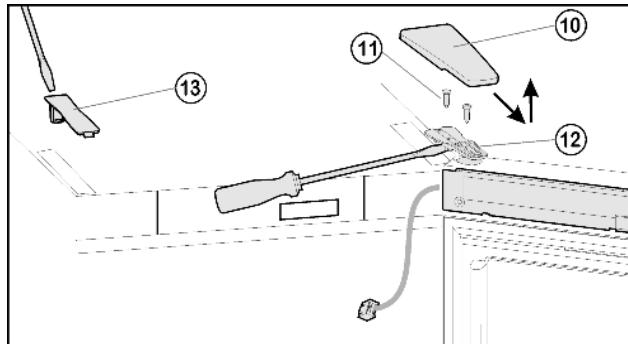
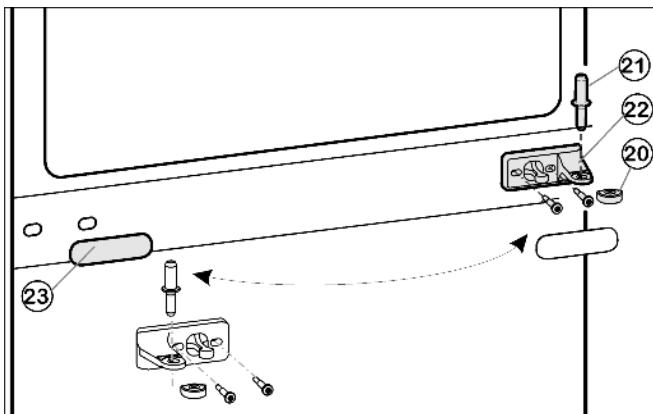
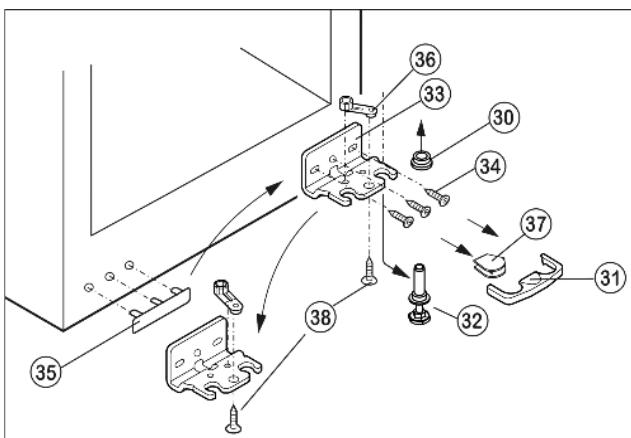

Fig. 5
Fig. 6
Fig. 7
- Крышку Fig. 5 (10) снимите движением вперед и вверх.
- Снимите крышку Fig. 5 (13).
- Полностью выверните винты Fig. 5 (11).
► Снимите дверцу вместе с опорным кронштейном Fig. 5 (12) и кабелем вверх. Для снятия, возможно, понадобится осторожно подцепить опорный кронштейн снизу шлицевой отверткой.
- Извлеките средний опорный палец Fig. 6 (21) из среднего опорного кронштейна Fig. 6 (22) и нижней дверцы.
- Пластмассовый колпачок Fig. 6 (20) снимите.
► Снимите средний опорный кронштейн Fig. 6 (22). Движением вверх снимите нижнюю дверцу и отставьте её в сторону.
- ▶ Осторожно снимите накладку Fig. 6 (23).
- ▶ Открутите средний кронштейн Fig. 6 (22) и прикрутите его с поворотом на 180° на новую сторону шарнира **с усилием мин. 4 Нм.**
- ▶ Защелкните накладку Fig. 6 (23), повернув на 180°, на стороне, где теперь будет ручка.
- ▶ Предохранитель Fig. 7 (31) снимите движением вперед.
- ▶ Снимите крышку Fig. 7 (37).*
- ▶ Полностью вверните регулируемую опору Fig. 7 (32).
- ▶ Вытяните опорный палец Fig. 7 (32) вниз и вперёд. При этом следите за гнездом шарнира Fig. 7 (30).
- ▶ Открутите опорный кронштейн Fig. 7 (33)(3 шт. Torx 25) Fig. 7 (34).
- ▶ Открутите опорную деталь Fig. 7 (36)(1 Torx 25) Fig. 7 (38) и, переставив в отверстие на противоположной стороне опорного кронштейна, снова прикрутите.
- ▶ Осторожно приподнимите и переставьте крышку Fig. 7 (35) со стороны ручки.
- ▶ Снова прикрутите опорный кронштейн Fig. 7 (33) на новой стороне шарнира при необходимости с помощью аккумуляторного шуруповерта **с усилием мин. 4 Нм.**
- ▶ Установите крышку Fig. 7 (37) на противоположной стороне.*
- ▶ Предохранитель (31) нужно зафиксировать сбоку на кронштейне, чтобы опорный палец и двери были защищены от выпадения.
- ▶ Снова защелкните предохранитель (31) на опорном кронштейне.
- ▶ Наденьте гнездо шарнира Fig. 7 (30).
- ▶ Установите дверцу сверху на нижний опорный палец Fig. 7 (32).
- ▶ Снова наденьте пластмассовый колпачок Fig. 6 (20) на средний опорный кронштейн Fig. 6 (22).
- ▶ Вставьте средний опорный палец *Fig. 6 (21)* через средний опорный кронштейн *Fig. 6 (22)* в нижнюю дверцу.
- ▶ Установите верхнюю дверцу на средний опорный палец *Fig. 6 (21)*, закройте дверцу и установите верхний опорный кронштейн *Fig. 5 (12)* так, чтобы он защелкнулся в верхней стороне устройства.
- ▶ Прикрутите опорный кронштейн *Fig. 5 (12)* с усилием мин. 4 Нм. При необходимости проделайте отверстия или используйте аккумуляторную отвертку.
- ▶ Защелкните крышку *Fig. 5 (10)* и крышку *Fig. 5 (13)*.
- ▶ При необходимости выровняйте дверцу через два продольных паза в нижнем опорном кронштейне *Fig. 7 (33)* и среднем опорном кронштейне *Fig. 6 (22)* параллельно корпусу устройства. Для этого выкрутите средний винт на нижнем опорном кронштейне *Fig. 7 (33)*.